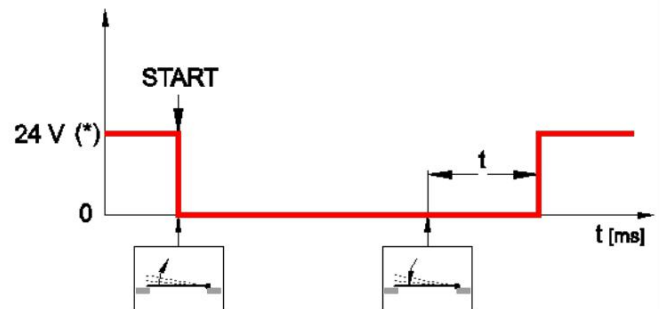

Рис. 33.
3. З'єднайте два термінали перемикача програм, щоб дві карти могли спілкуватися і оператор працював належним чином. (Рис. 33)
4. Повторно зібрати всі компоненти для кожного з векторів, від'єднавши програмний перемикач логічних налаштувань від підчищеного оператора (B)
6. З'єднайте дві клемні пластини перемикача програм, щоб дві картки могли взаємодіяти та щоб оператор працював правильно. (Рис. 33)
Центральне управління оператора VECTOR налаштоване на можливість роботи в режимі блокування через підключення до електронного центрального управління того ж класу. За допомогою функції блокування відкриття дверей можна зробити самостійно, якщо інша не рухається, тобто якщо вона не знаходиться у фазі руху. Для блокування двох операторів виконайте такі дії (рис. 33):